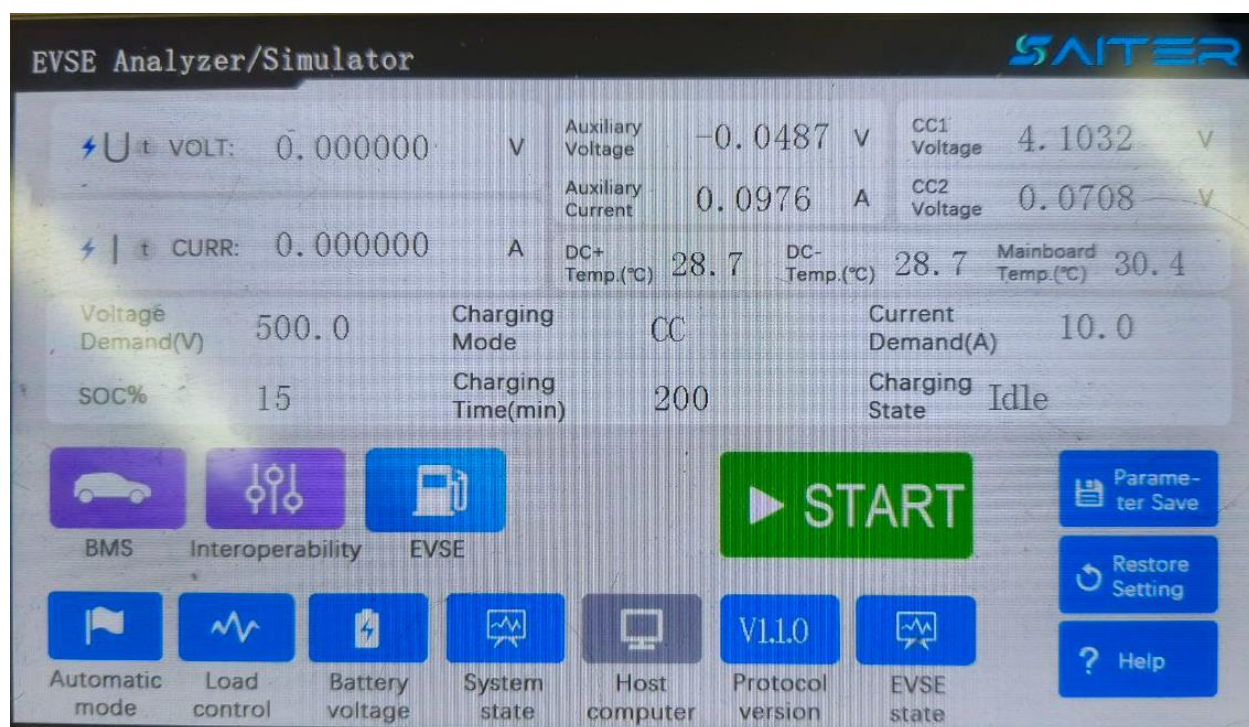

Рисунок 10. Вид экрана Анализатора GB/T
1.7. Подключить нагрузочный модуль к Анализатору GB/T. Включить Анализатор GB/T и нагрузочный модуль. Выставить на Анализаторе GB/T параметры зарядной сессии: требуемый ток 10 А (поле «Current Demand»); требуемое напряжение 500 В (поле «Voltage Demand»); 15% текущей зарядки аккумуляторов (поле «SOC%») (рисунок 10), настроить автоматическое начало зарядной сессии (нажать кнопки «Automatic mode» и «Load control»).